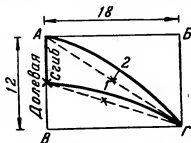

Рис. 172. Построение чертежа воротника «шалька»
**Построение чертежа воротника «шалька».** Чертеж выкройки воротника «шалька» строят по снятым меркам (полуокружность шеи 13,5 см, ширина воротника 6 см). Проводят горизонтальную линию плана — 18 см (рис. 172) из расчета  $\frac{1}{2}$  окружности шеи (или выреза горловины готового изделия) плюс 4,5 см: